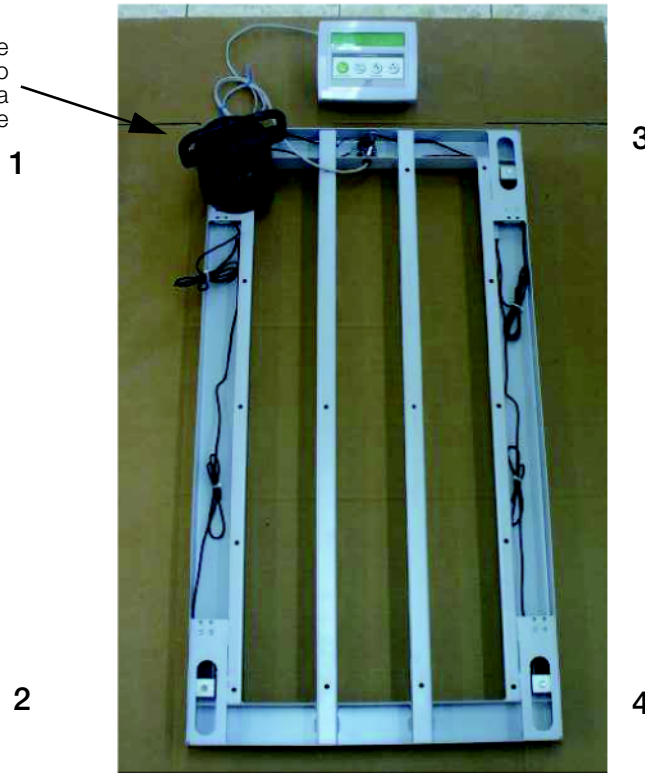

Figura 7-2. Secuencia de recorte de las esquinas de la báscula veterinaria/de plataforma
1. Pongan el indicador en cero y coloquen una pesa de prueba calibrada de 70 Kg sobre cada celda de carga por turno como mostrado debajo en la Figura 7-2 en la siguiente secuencia:
- Empiecen con la esquina izquierda más lejana (1)
- Esquina izquierda más cercana (2)
- Esquina derecha más lejana (3)
- Esquina derecha más cercana (4)